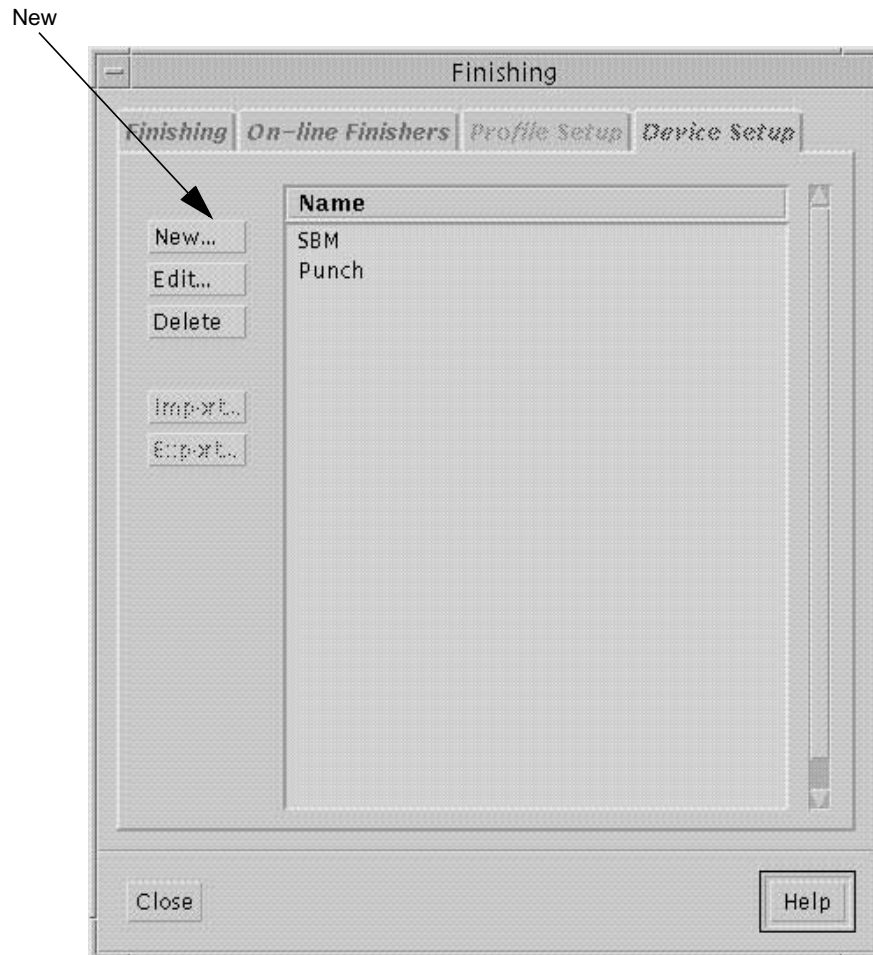

Figure 1-7: L'écran de l'onglet Device Setup
L'écran de l'onglet Device Setup s'affichera, voir Figure 1-7.
- 4 Cliquez sur le bouton **NEW** (Nouveau), voir Figure 1-7.